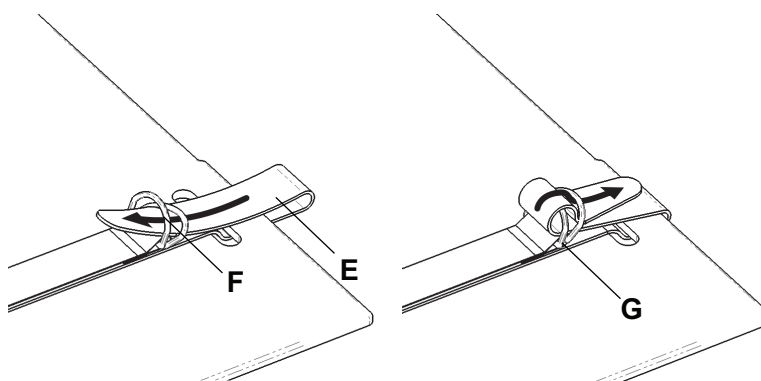
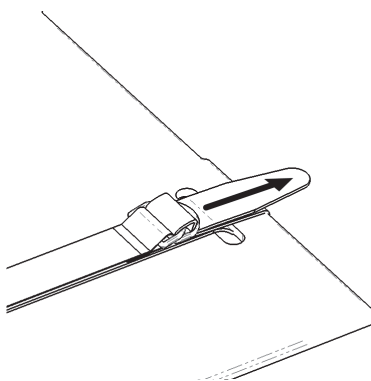

Figura 2 – correia de fixação
Figura 3 – Puxe a correia de fixação
9. Coloque a correia de fixação (E) através dos anéis em D (F), (Figura 2).
10. Aperte a correia de fixação entre os anéis em D (G) (Figura 2). Puxe a tira de fixação até estar segura (Figura 3).